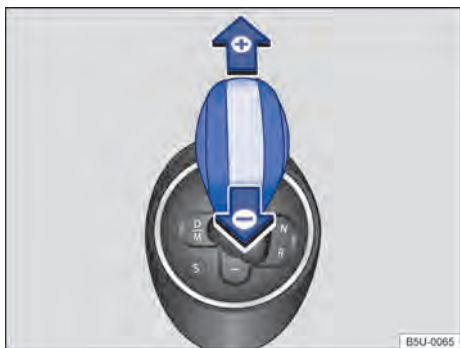

Fig. 100 Alavanca seletora na posição para condução de marcha no modo manual.
- Mover a alavanca seletora para frente (+) ou para trás (-) para engatar as marchas altas ou baixas → Fig. 100.